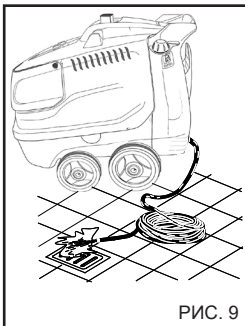

РИС. 9
**Загрязнения могут заблокировать форсунку и вызвать неисправность (рис. 9).**